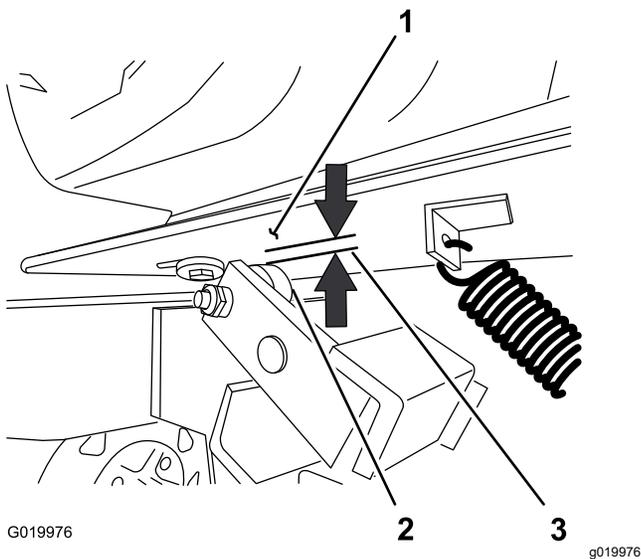

Figure 34
2. Mesurez l'entrefer entre le plancher moteur et le rouleau sur l'embrayage (Figure 34).